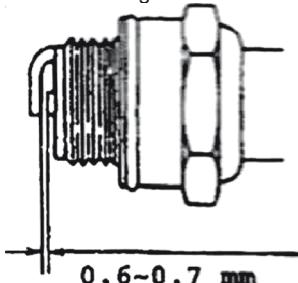

Fig.16
• distanța dintre electrozi a bujiei trebuie să fie 0.6-0.7 mm. Vă rugăm să verificați acest spațiu de multe ori, în cazul în care este prea mare sau prea mic, se ajustă în mod corespunzător, așa cum se arată în fig.16.